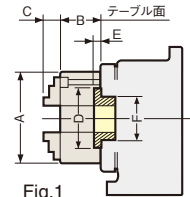

Fig.1
- *のチャックは、日研製スクロールチャック（前面取付型）をテーブル面に直に取付けるものです。（Fig.1）